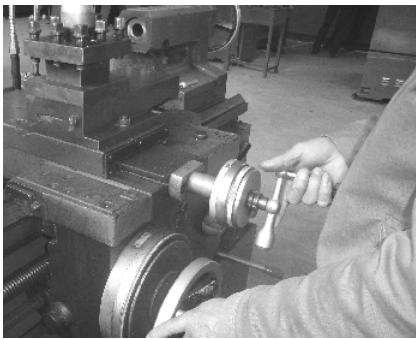

图 1-13 纵向、横向联合动作练习
④ 进退刀方向、反应灵活度、准确度综合练习。左手握床鞍手轮,右手握中滑板手柄,双手同时快速摇动,如图 1-13 所示。进刀要求床鞍和中滑板同时向卡盘处移动,退刀要求则正好相反;进刀、退刀动作必须十分熟练。